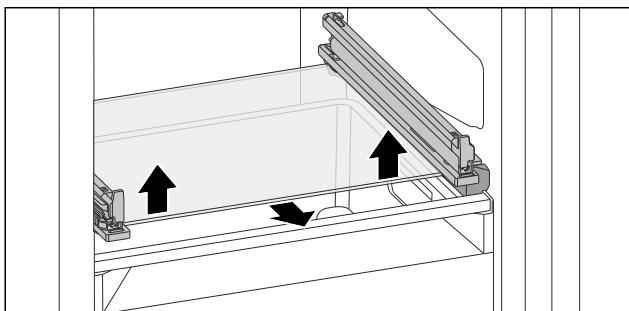

Fig. 133 Стекла́нная пластина откидного выдвижного ящика
- ▶ Нажмите на стеклянную пластину снизу вверх с обеих сторон. (см. Fig. 133)